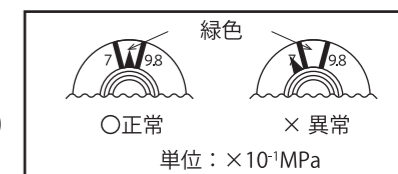

図9
- ☑ 指示圧力計の指針が緑色の範囲内（0.7～0.98MPa）に入っている（図9）